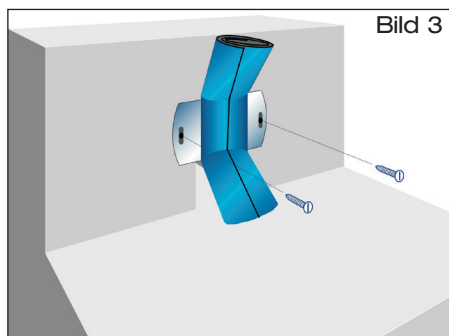

Bild 3
1.3 Schiebeflansch (mit zusammengerollter Anschlussmanschette) mittels Schraubenzieher befestigen (Bild 3).